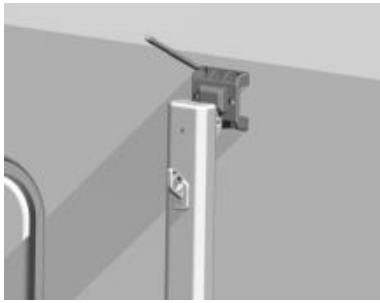

Figure C6 Figure C7
3.2 Prenez le bras de support, utilisez-le pour marquer l'emplacement du trou à un endroit approprié à l'extérieur du véhicule (figure C6), puis percez un trou de fixation de $\Phi 5$ dans la carrosserie. (Figure C7).